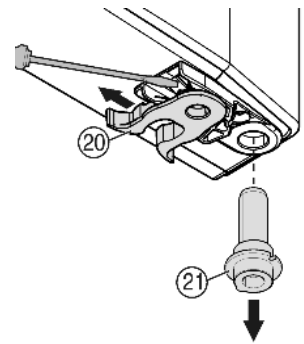

Fig. 9
- ▶ Veerklem Fig. 9 (20) verplaatsen: Sluitnok omlaag drukken, veerklem eroverheen en eraf trekken.
- ▶ Lagerbout Fig. 9 (21) uit de deurbus nemen en samen met het plaatje aan de tegenoverliggende kant aanbrengen. De sluitnok moet naar de binnenkant van de deur wijzen, de kerf naar de buitenkant.
- ▶ Deur aan de onderkant vastzetten en de lagerbout Fig. 9 (21) in de lagerbus aanbrengen. Evt. de lagerbout draaien om deze te laten vastklikken.